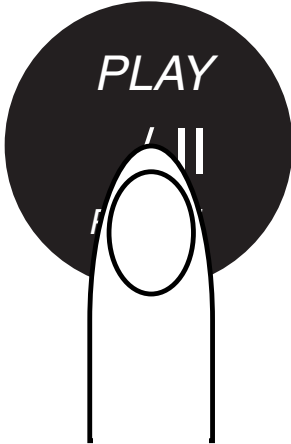

Fig. 10
- El punto de partida de cada tema se memoriza automáticamente como CUE. De esta forma el lector vuelve al punto de partida memorizado cada vez que apretemos el botón cue (Back Cue). (fig 10)
- 1) Apriete el botón PLAY/PAUSA durante la reproducción para dejar el tema, en ese punto, en pausa. (fig 10)